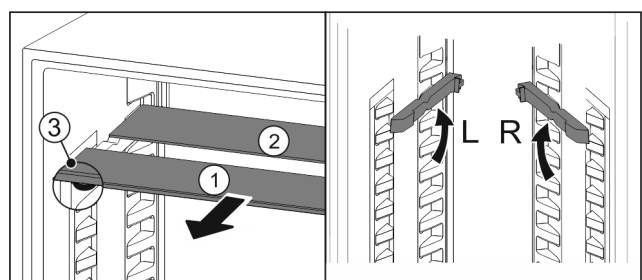

Fig. 167
- ▶ По одной извлеките Fig. 167 (1) стеклянные панели движением вперед.
- ▷ Стеклянная панель Fig. 167 (1) с декоративной планкой лежит спереди.
- ▷ Стопоры Fig. 167 (3) показывают вниз.